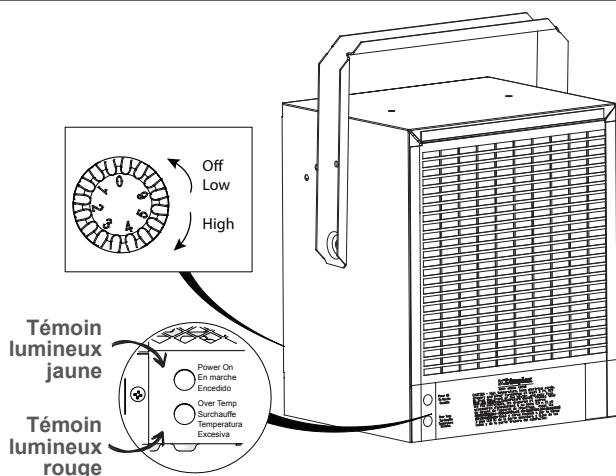

Figura 5
1. Antes de conectar o desconectar la clavija, gire el botón completamente en el sentido contrario de las agujas de un reloj (Figura 5).